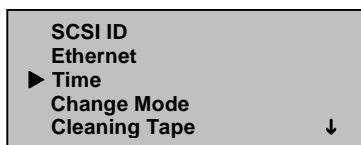

図31: [Time]の選択
3. [Configuration]サブメニューで、[Time]にスクロールします(図31を参照)。